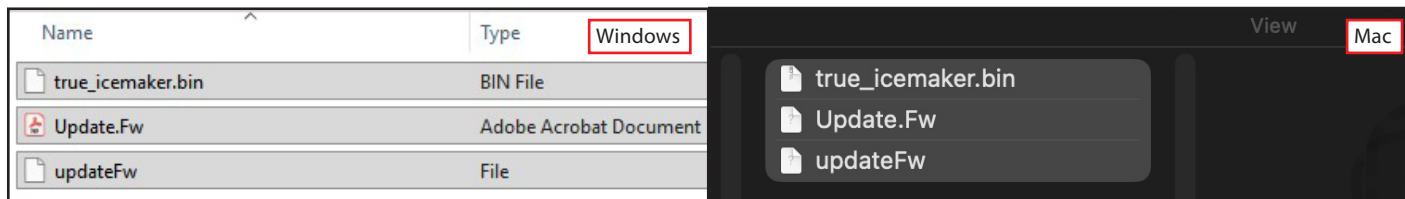

Fig. 8. Selezionare e copiare i file del firmware.
8. Selezionare e copiare tutti e tre i file del firmware. Si veda la Fig. 8.